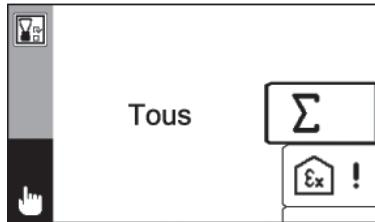

Fig. 11: Appareil inséré recon-
- Le menu **Test des fonctions** (fig. 11) s'affiche dès que le système de vérification reconnaît l'appareil.